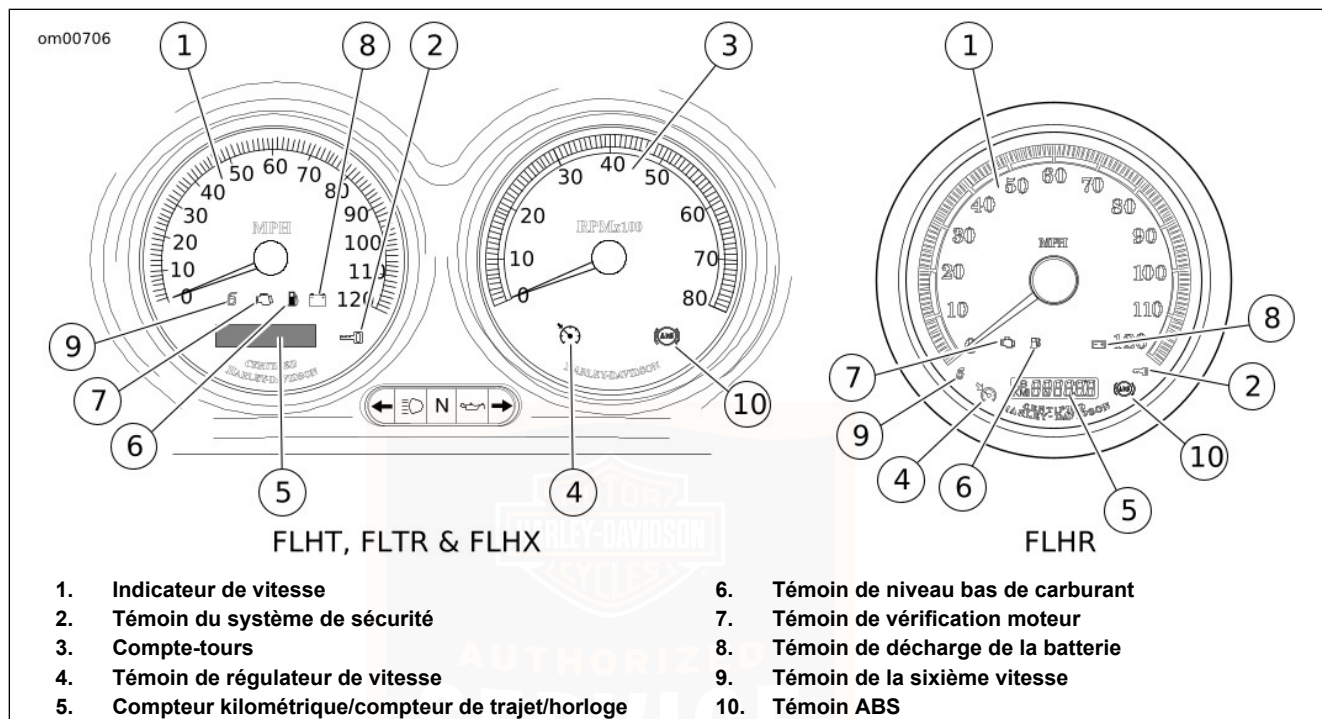

Figure 7. Indicateurs lumineux : modèles Touring
Voir Figure 7. L'indicateur de vitesse enregistre les milles à l'heure (modèles américains uniquement) ou les kilomètres à l'heure (modèles HDI uniquement) de vitesse en marche avant. L'indicateur de vitesse permet également de sélectionner les fonctions suivantes :
1. Voir Figure 7. En appuyant sur le commutateur de fonction avec le contacteur à clé dans une position quelconque, on active la lecture du compteur kilométrique et de l'horloge. L'heure et les milles ou les kilomètres peuvent être vérifiés sans qu'il soit nécessaire de déverrouiller le contacteur à clé. Enfoncer et relâcher le commutateur de fonction une fois pour voir le compteur kilométrique. Appuyer et relâcher à nouveau le commutateur pour que l'heure s'affiche.
2. Voir Figure 7. Appuyer le commutateur de fonction jusqu'à ce que l'heure (en heures et minutes) s'affiche. Maintenir le commutateur de fonction enfoncé pendant cinq secondes ou jusqu'à ce que « 12HR » se mette à clignoter à l'écran d'affichage de l'indicateur de vitesse. Relâcher le bouton.
Voir Figure 7. Le compte-tours mesure la vitesse du moteur en tours/minute (tr/min).
Voir Figure 7. Le témoin de vérification moteur se situe près du côté inférieur gauche de la face de l'indicateur de vitesse (modèles FLHT) ou au-dessous du centre de la face de l'indicateur de vitesse (modèles FLHR). Son but est d'indiquer si le moteur/le système de gestion du moteur fonctionne correctement. Le témoin de moteur est de couleur ambre.
Voir Figure 7. Un témoin de niveau bas de carburant est situé sur la face de l'indicateur de vitesse, au-dessous du centre près du témoin de vérification moteur. Le témoin de niveau bas de carburant s'allume lorsqu'il reste environ 3,8 L (1.0 USgal) d'essence dans le réservoir. Le témoin de niveau bas de carburant est de couleur ambre.
Voir Figure 7. Les modèles équipés d'un régulateur de vitesse sont munis de deux témoins supplémentaires :
Voir Figure 7. Sur les modèles équipés de l'ABS, l'indicateur lumineux ABS ambré commence à clignoter lorsque la clé est au contact (ON) pour indiquer que le système est opérationnel. Il continue à clignoter jusqu'à ce que la vitesse de la moto dépasse 5 km/h (3 mph). L'indicateur restera allumé en continu seulement lorsque l'ABS détecte que le système fonctionne mal. Dans le mode de diagnostic, le voyant s'allume aussi pour indiquer la présence de codes de
1. Voir Figure 7. Mettre le commutateur de régulateur de vitesse à la position MARCHE. L'icône orange située sur le devant de la jauge du régulateur de vitesse constante s'allumera une fois activée.